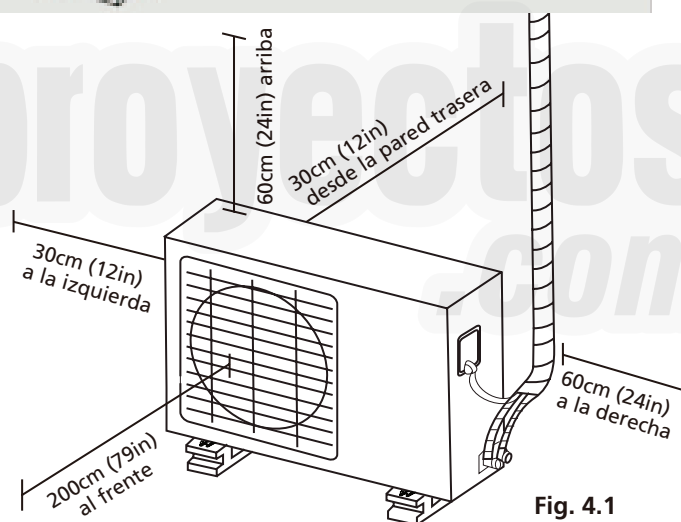

Fig. 4.1
- ☑ Cumplen con los requerimientos de espacio indicados en los Requerimientos de Espacio para la Instalación (**Fig. 4.1**)